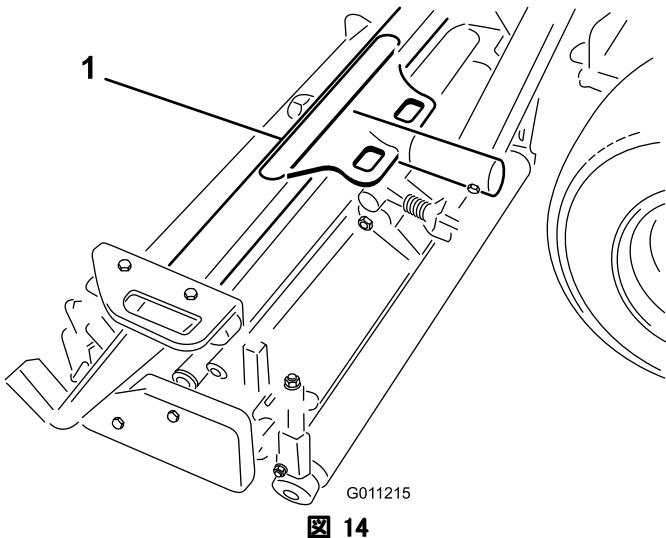
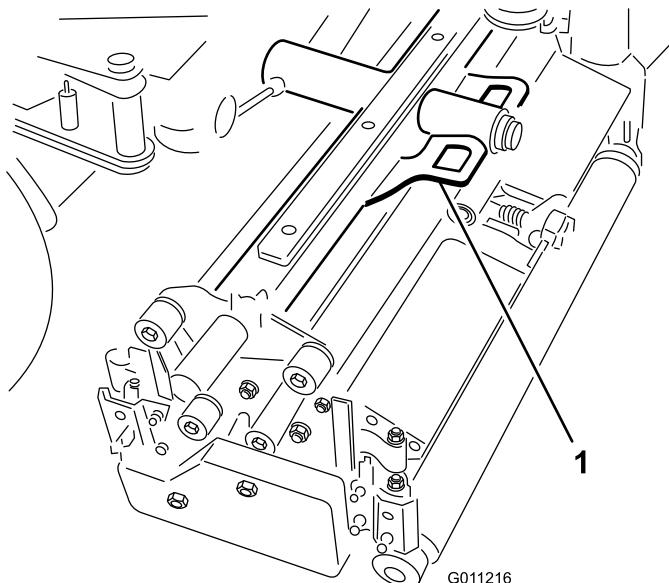
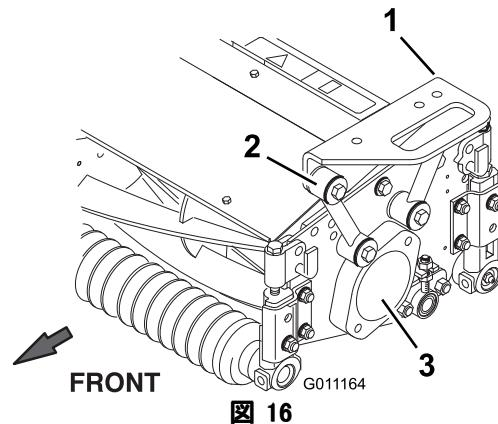

図 14
図 15
図 16
2. 前キャリア・フレーム (図 14) を各前カッティングユニットに載せる。取り付け穴を取り付けリンクに合わせる (図 16)。
3. 後キャリア・フレーム（図 15）を後カッティングユニットに載せ、取り付け穴を取り付けリンクに合わせる（図 16）。
4. キャップスクリュ ((3/8 x 2-1/4 inch)、平ワッシャ 2 個、ロックナット 1 個を使用して、取り付けリンクとキャリア・フレームを連結する（図 16）。取り付ける時にリンクの各側にワッシャを入れる。4.3 kg. m にトルク締めする。
- 残りのカッティングユニットからは、ベアリング・ハウジングに入っている出荷用のプラグ（栓）を取り出す（図16）。